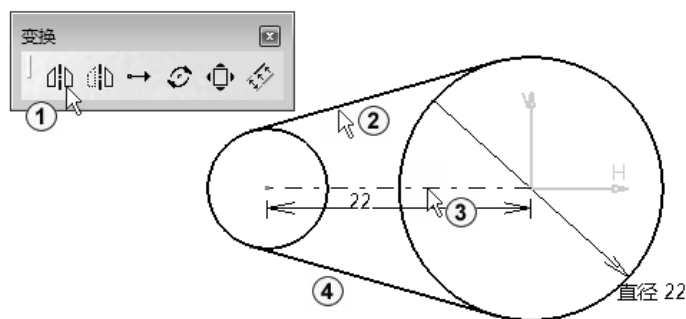

图 2-27 镜像斜线
单击“变换”工具栏中的“镜像”按钮, 选择要进行镜像的斜线, 再选择轴, 如图 2-27 中①~③所示。结果如图 2-27 中④所示。